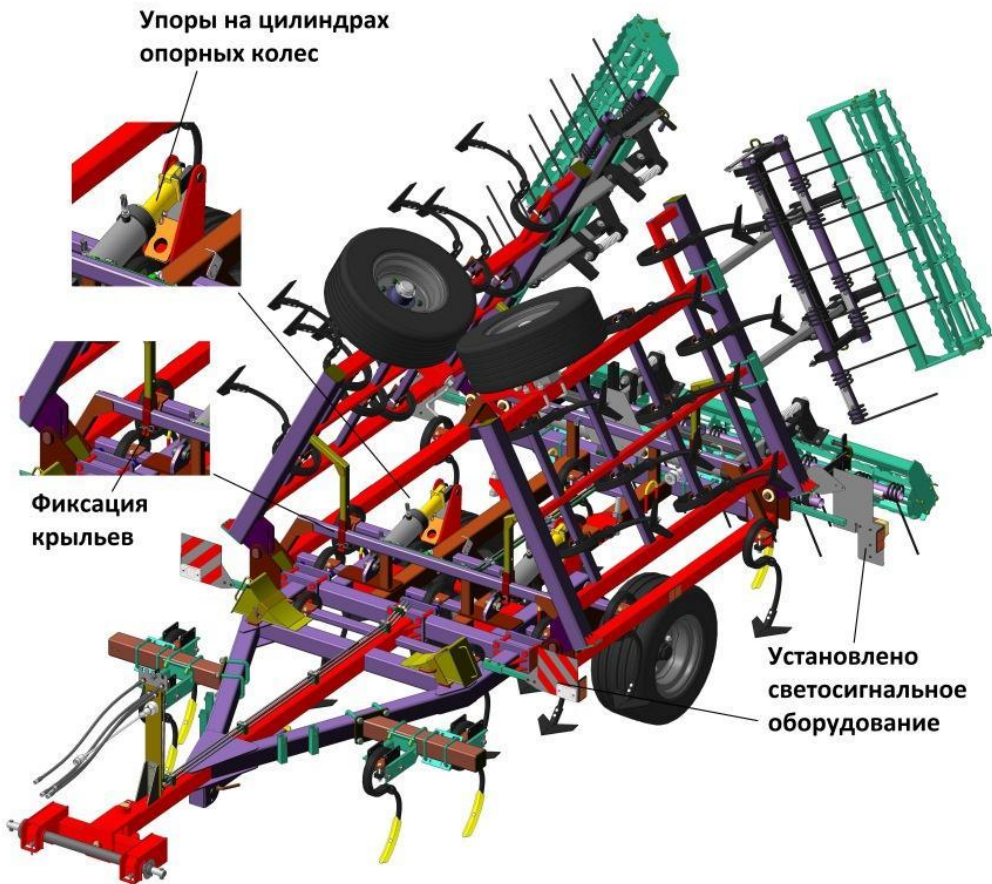

Рисунок 2 – Общий вид культиватора в транспортном положении
4.1.13 Приподнять культиватор на ходовых колесах, установить упоры на гидроцилиндры (см. рис.2), заглушить двигатель трактора и установить стойки с прижимами (см. схему расстановки стоек).
4.3 Перевод культиватора в транспортное положение (см. рис.2):
4.3.5 Установить задние панели со светосигнальным оборудованием в трубы на раме культиватора, передние – в трубы на снице (см.рис. 2). Соединить вилку задних фонарей с розеткой на раме. Соединить общую вилку электрооборудования с розеткой трактора.